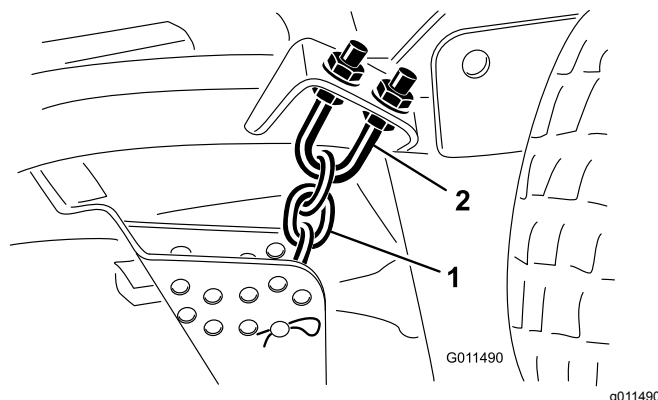

Figura 84
1. Desaperte as porcas de bloqueio na zona superior ou inferior da cavilha em U da correia da altura de corte (**Figura 84**).